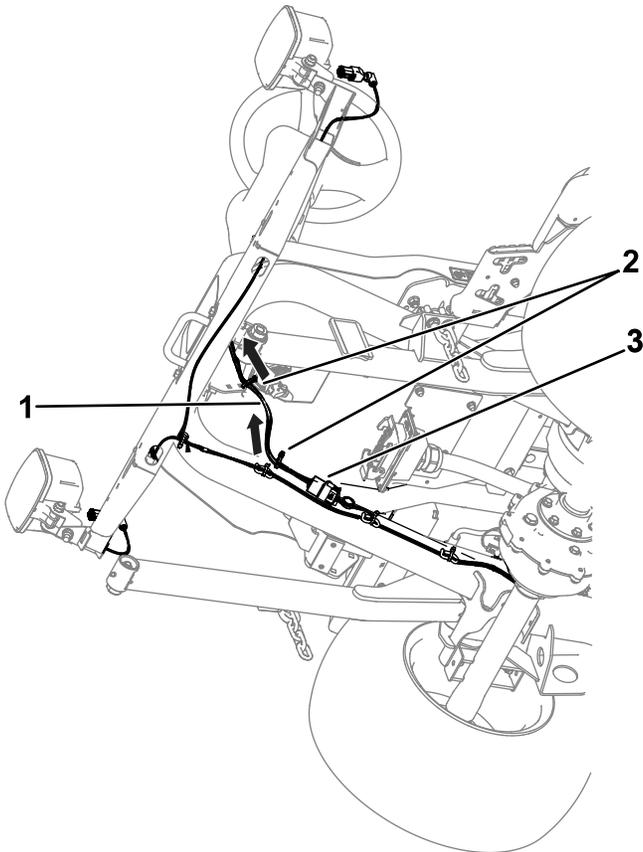

Figura 35
1. Encaminhe a cablagem de controlo através da abertura da plataforma (Figura 35).
2. Ligue o conector da cablagem de controlo rotulado com PLATFORM HARNESS (P71) ao conector de cablagem da luz rotulado TO POD HARNESS (P03) (Figura 35).